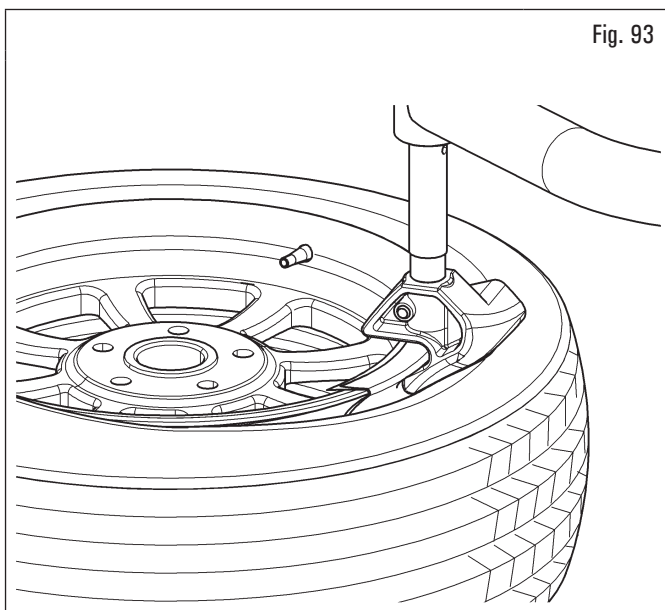
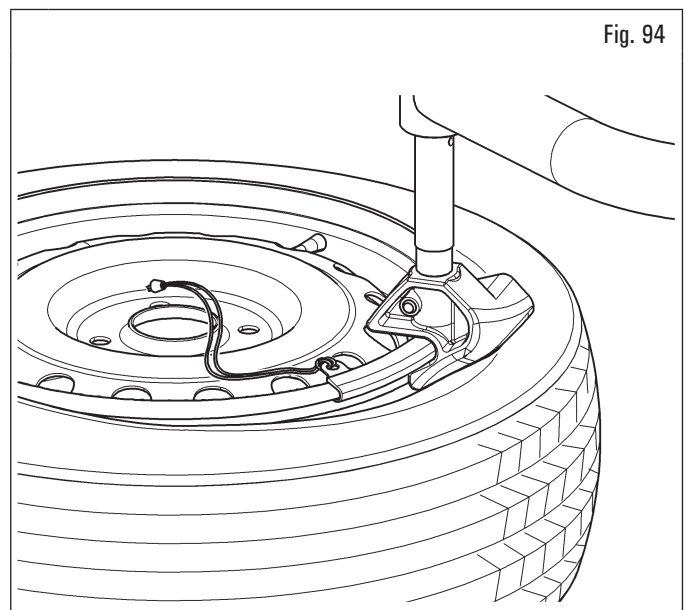

Fig. 93
Fig. 94
11. insérez l'outil cale sur le bord de la jante à l'extrémité droite de la feuille de protection du talon (Fig. 93) ou du protecteur talon (Fig. 94) appliqué sur le bord de la jante ;